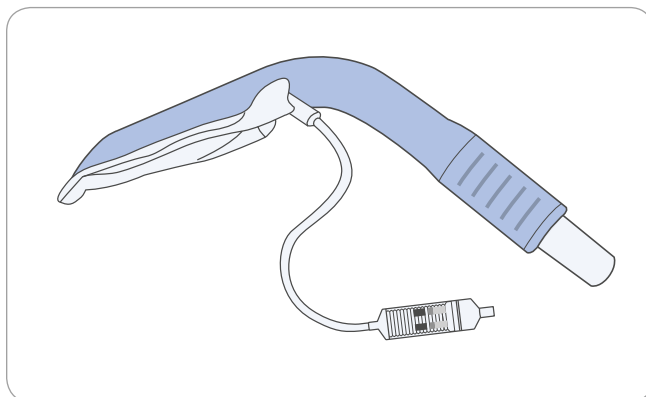

Рис. 8. Добившись того, чтобы манжета во время сдувания приняла клиновидную форму, отсоедините шприц от трубки для надувания манжеты
4. Не отпуская оттянутый поршень шприца, быстро отсоедините шприц от порта для надувания. Таким образом маска останется правильно сдутой, как показано на **рис. 8**.